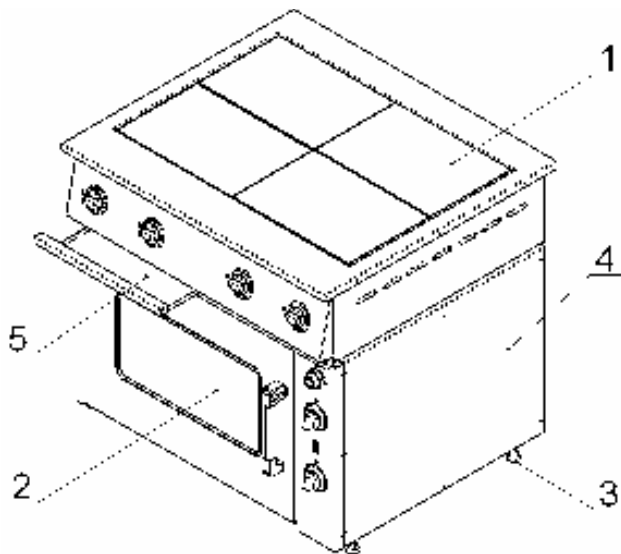
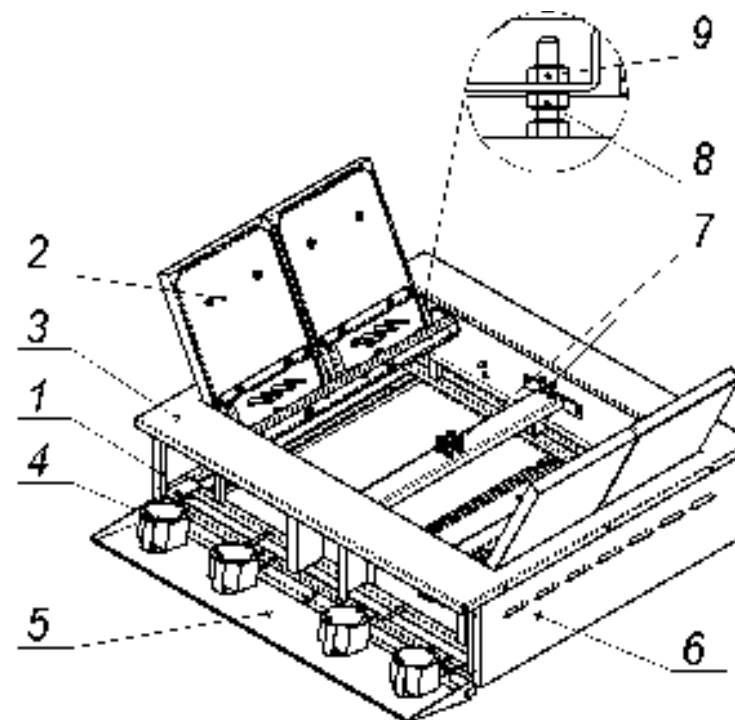
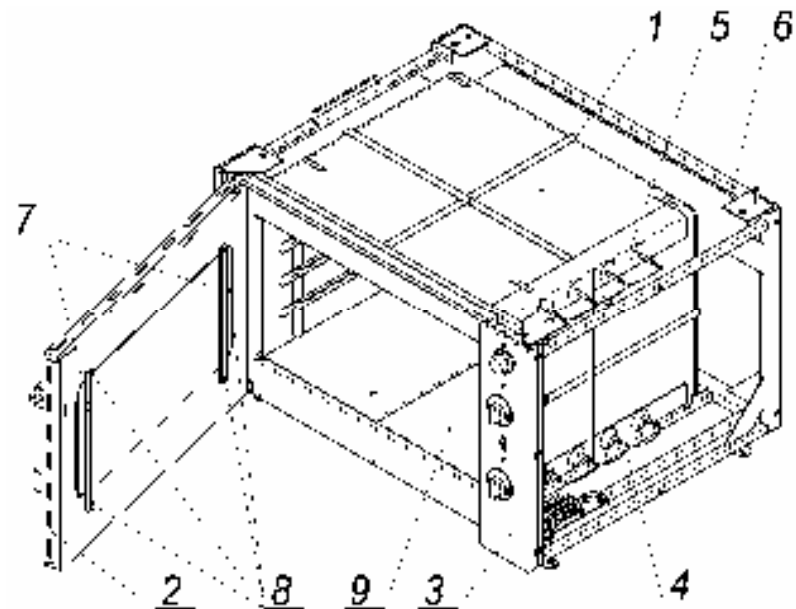
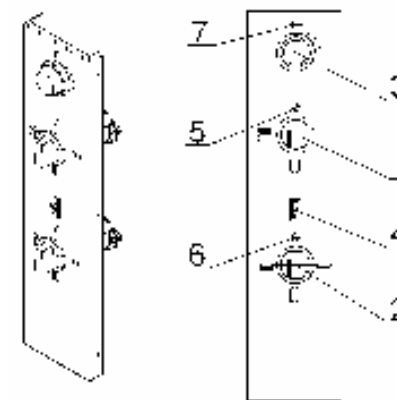

Рис.1
Рис. 2
Рис.3
Рис.4
Чтобы открыть приборную панель плиты, необходимо вынуть выдвижные поддоны (см. рис.1) и вывернуть винты крепления панели к каркасу плиты.
4.3 Собственно плита (рис.2) установлена на жарочный шкаф (рис.1. поз.2) и состоит из каркаса (поз.1), с закрепленными на нём конфорками (поз. 2), столом (поз.3), облицовочными (поз.6) и приборной панелью (поз.5).
4.3.3 Для обслуживания и санитарной уборки, плита оборудована (см. рис.1) выдвижными поддонами (поз.5), так же обеспечен (см. рис.2) свободный доступ к внутренним поверхностям плиты:
4.4 Жарочный шкаф состоит из тепловой (рабочей) камеры (рис.3 поз.1), закрываемой дверкой (рис.3, поз.2) и приборной панели (рис.3, поз.3).
- Снять панель управления (рис.3, поз.3) или правую облицовочную панель (рис.1, поз.4);
- Снять панель управления (рис.3, поз.3) или снять правую облицовочную панель (рис.1, поз.4);
- Открыть дверку и вынуть из камеры подовые короба (рис.3, поз.9);
4.5 Приборы управления и светосигнальная арматура размещены (рис.4) на приборной панели (рис.3 поз.3), которая расположена с правой стороны шкафа.
4.5.1 Ступенчатое регулирование мощности верхних и нижних ТЭНов осуществляется установкой ручек переключателей (поз.1 и 2) в фиксированные положения, обозначенные на приборной панели символами **I, II и III**, что соответствует режимам нагрева ТЭНов: слабый, средний и сильный. При этом, изменяется мощность ТЭНов (см. раздел 2, табл.1, п.12). Отключение ТЭНов производится установкой ручек переключателей в положение «0» (напротив сигнальных ламп рис.4, поз.5 и 6).
Установка и автоматическое поддержание необходимой температуры (от 50 до 300⁰С) в камере осуществляется терморегулятором (рис.4, поз.3).
Переключатели верхних и нижних ТЭНов, а также терморегулятор снабжены сигнальными лампами (рис.4, поз.5, 6 и 7).
7.9 После окончания приготовления продуктов отключите напряжение, подаваемое на нагревательные элементы конфорок и шкафа, установив ручки переключателей конфорок (рис.2, поз.4), ручки переключателей верхних и нижних ТЭНов шкафа (рис.4, поз. 1, 2) и лимб терморегулятора шкафа в положение «О» (сигнальные лампы должны погаснуть).
7.4 Установите (по часовой стрелке) лимбом терморегулятора (рис.4, поз.3) температуру в камере шкафа, предусмотренную технологией приготовления продукта (должна загореться сигнальная лампа рис.4. поз.7).
7.5 Установите ручки переключателей (рис.4, поз.1 и 2) верхних и нижних ТЭНов в положения I, II или III (должны загореться сигнальные лампы рис.4, поз.5 и 6).